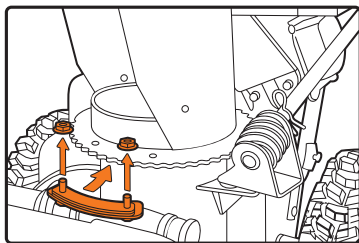

Рис. 12
- Установите специальные крепежи и зафиксируйте болтами (рис. 12, 13, 14.1)